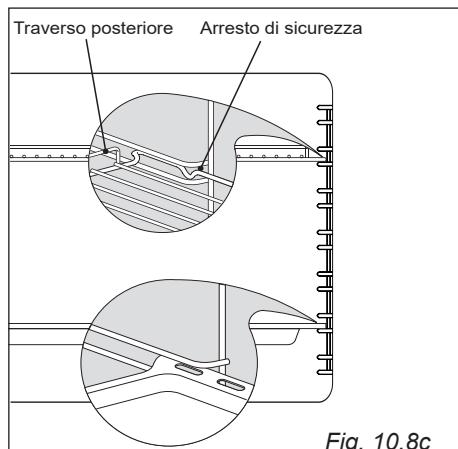

Fig. 10.8c
- Infilare in mezzo alle guide dei telai laterali la leccarda e la griglia come in (fig. 10.8c). La griglia va montata in modo che l'arresto di sicurezza, che ne evita l'estrazione accidentale, sia rivolto verso l'interno del forno; il traverso posteriore deve essere rivolto verso l'interno della cavità.